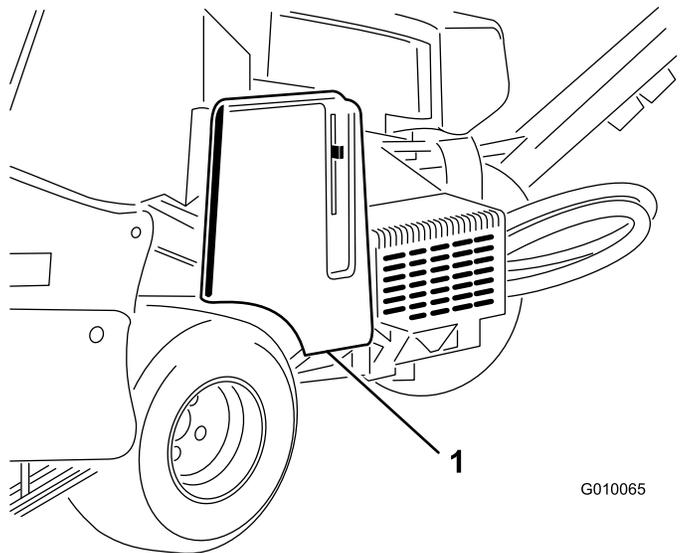

Bild 57
2. Entriegeln und entfernen Sie die Riemenabdeckung (**Bild 57**).